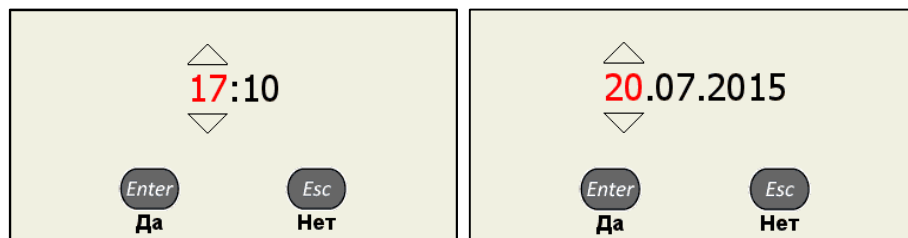

Рисунок 20
– в открывшемся окне редактирования (рисунок 20) клавишами  выбрать разряд для редактирования;